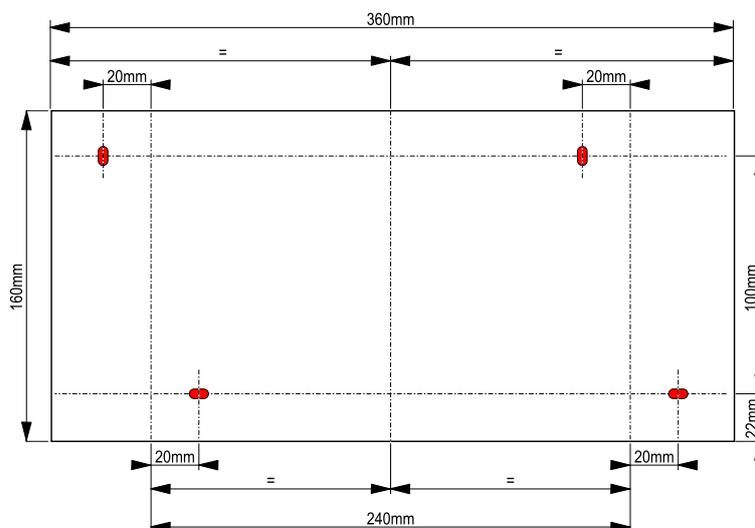

Figure 5. Fixation du coffret
- Percer le support mural tel qu'indiqué par la figure 5 puis engager 4 vis $\varnothing 4$;